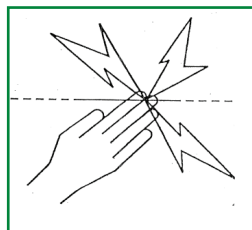

Imagen 31
* Si su alambrado eléctrico cruza un camino público, se debe colocar una tranquera no electrificada en el punto de cruce. Deberá tener carteles de aviso de no menos de 10 x 20 cm, de fondo amarillo, con el dibujo de la imagen 31 o con la leyenda en letras negras que diga "PRECAUCION alambrado eléctrico para animales". La inscripción debe ser indeleble, inscripta sobre las dos caras del cartel y las letras de por lo menos 25 mm de altura.